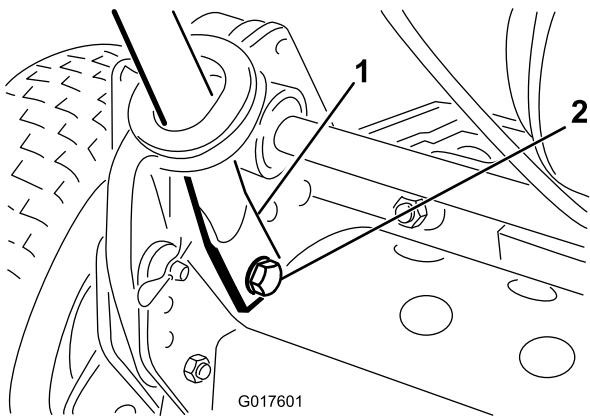

Bild 4
- Drücken Sie die Griffenden nach innen und bauen Sie sie in die Befestigungsstifte ein (Bild 4).
5. Befestigen Sie die Griffenden mit den beiliegenden Schrauben, Scheiben und Sicherungsscheiben an den Befestigungsstiften (Bild 4).
6. Befestigen Sie die untere Seite der Griffarme mit den vorher entfernten Schrauben und Sicherungsmuttern an jeder Seite des Mähers (Bild 4). Vergessen Sie nicht, die Büchsen in den Befestigungslöchern für den Griffarm einzubauen.
7. Befestigen Sie die Griffarme mit den vorher entfernten Splints und Ringstiften hinten am Rahmen (Bild 4).